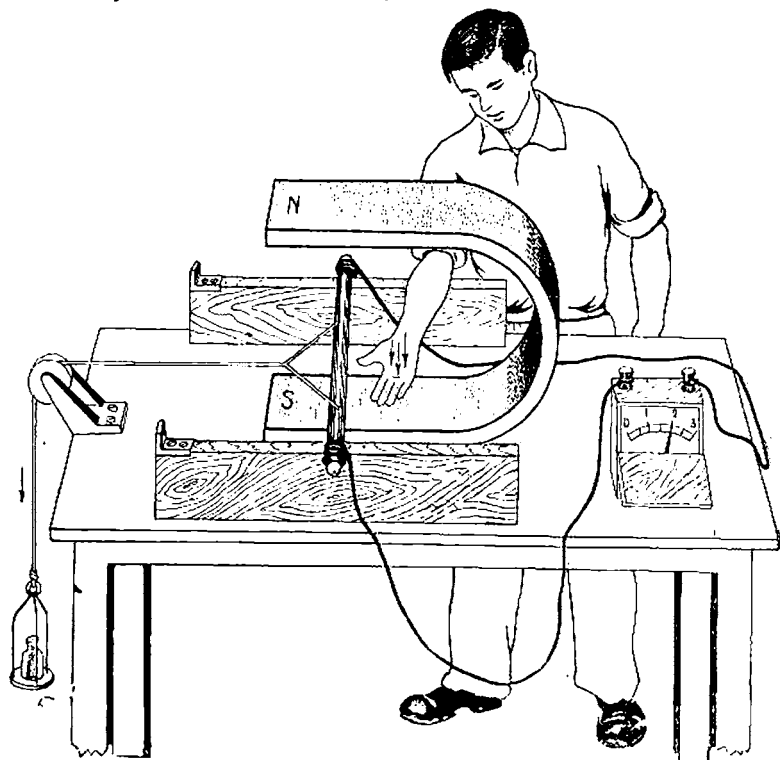

Fig. 119. — Curent indus într'un conductor
65. **Inducția într'un conductor.** Pentru aceasta să cercetăm ce se petrece într'o porțiune d'într'un circuit, adică într'un conductor de o anumită lungime. Să facem în acest scop experiența în modul arătat în fig. 119.